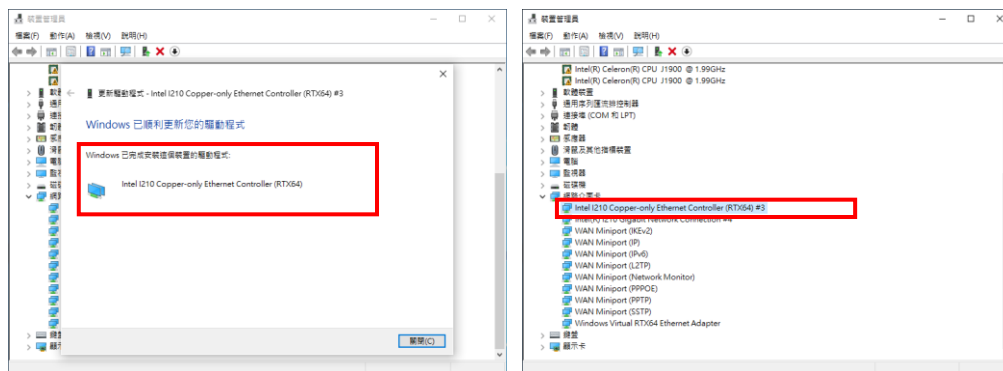

Figure 2.3.6 完成更新 RTX 網路卡驅動程式
4. 完成 RTX 網路卡驅動程式更新的畫面，如 Figure 2.3.6 所示。